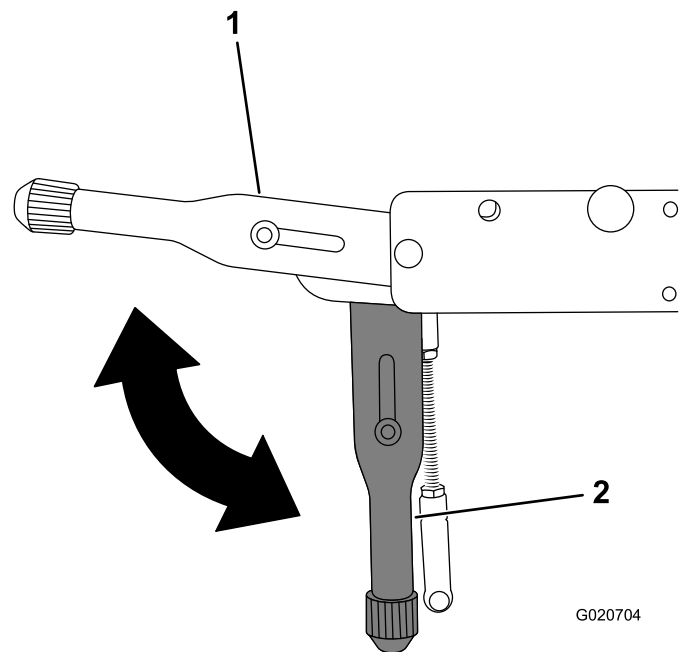

Figura 29
2. Tire hacia arriba de la palanca del freno de estacionamiento para poner el freno, y arranque el motor (Figura 29).
5. Empuje hacia abajo la palanca del freno de estacionamiento para quitar el freno (Figura 29).
2. Ponga el freno de estacionamiento (Figura 29).
6. Quite el freno de estacionamiento (Figura 29).
3. Quite el freno de estacionamiento (Figura 29).